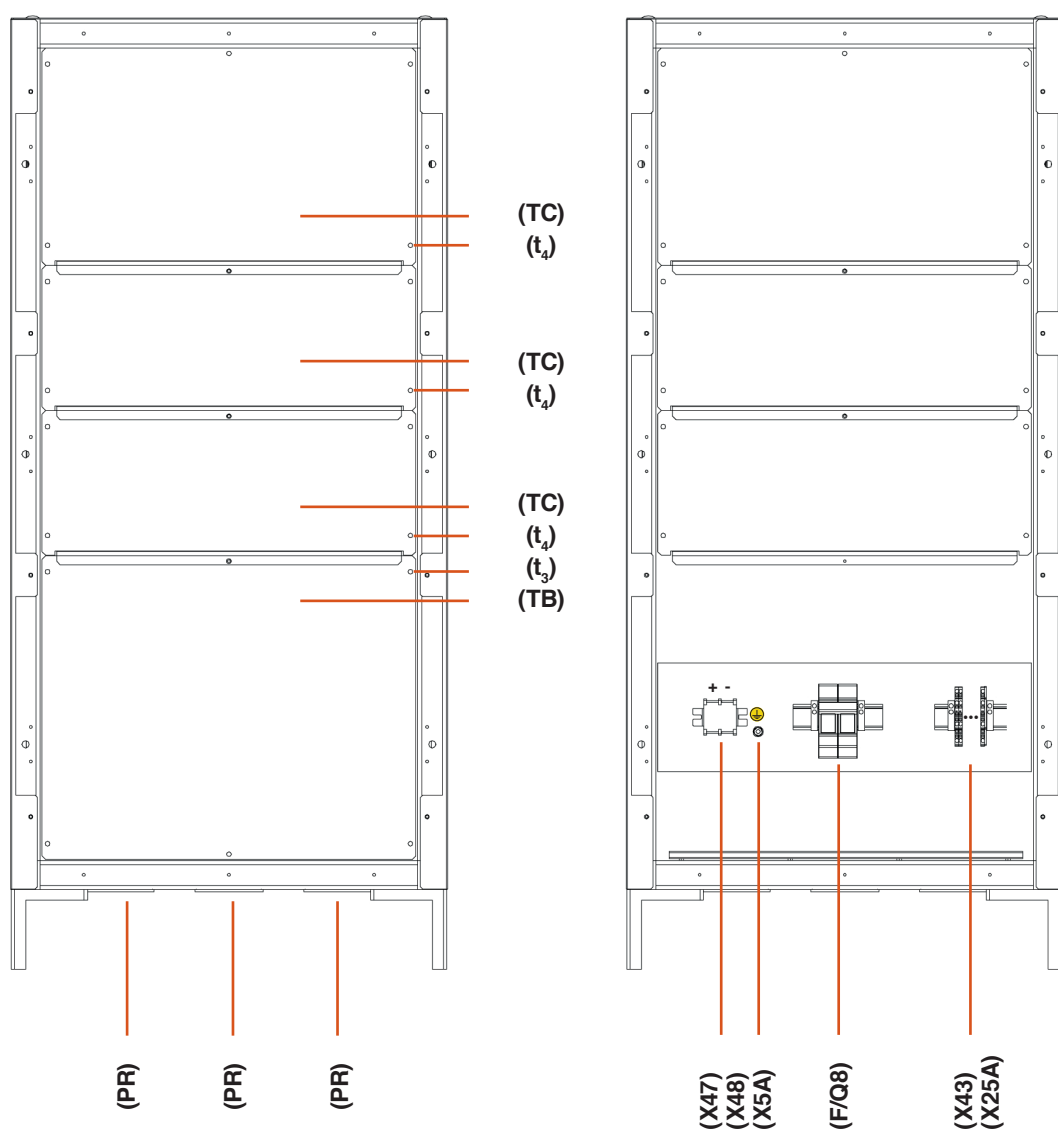

Fig. 9. Vista frontal armário de baterias de 605x605x1315 mm.
- Armário de baterias com 1210 mm de altura e pés elevadores adicionais de 110 mm, pelo que a altura total será 1320 mm. Disponível com uma base do armário de 600x600 mm e 600x800 mm (ver Fig. 9 e 10).